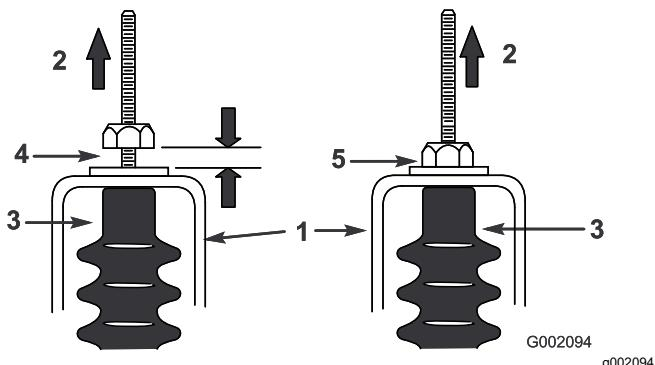

Рисунок 47
5. Потяните вверх каждый трос переключения передач, чтобы убедиться в наличии зазора от 0,76 до 1,52 мм между гайкой/шайбой и кронштейном нейтрали (Рисунок 47).